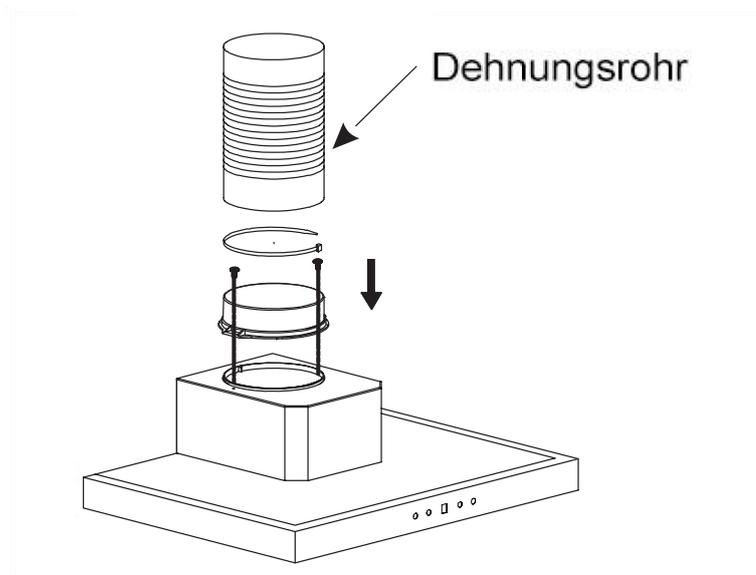

Bild 4
5. Hängen Sie das Gerät mit den Befestigungsschrauben an der Wand auf. Siehe Bild 4.